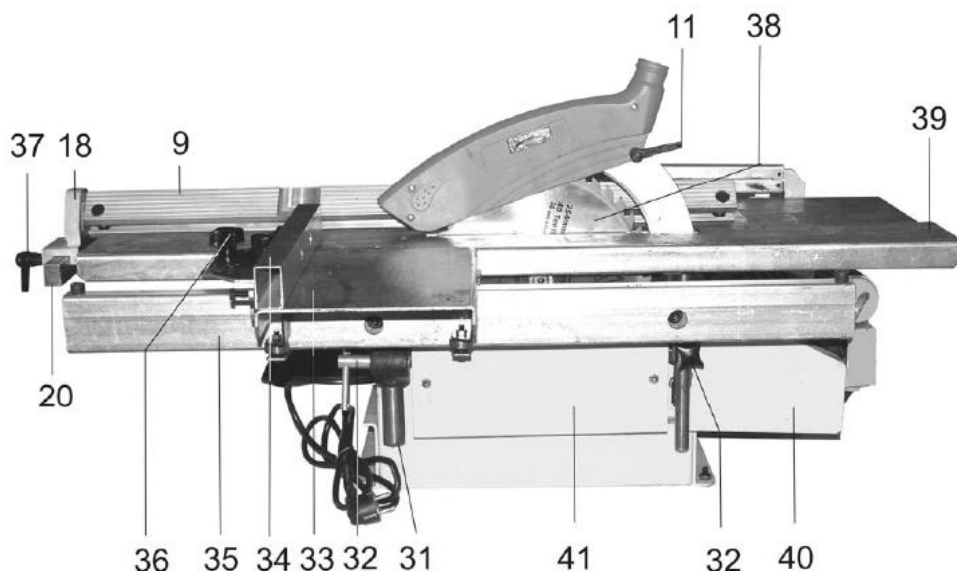
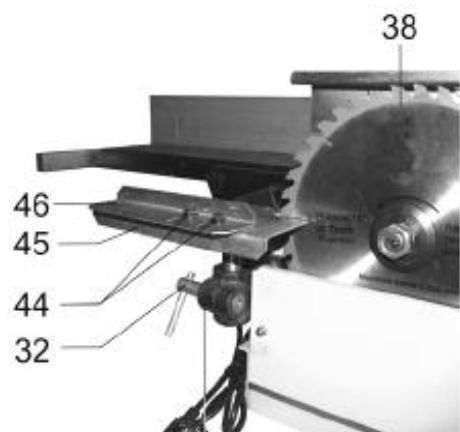

Рис. 3
Рис. 6
Установка пильного диска (Рис. 3, 4)
- Ослабьте положение двух винтов фиксации 32 (Рис. 3), поднимите вверх пильный рабочий стол 39 (Рис. 3);
- Снимите защитный кожух 41 (Рис. 3);
- Установите пильный рабочий стол 39 (Рис. 3) на прежнее место и закрепите его винтами фиксации 32 (Рис. 3);
- На пильном рабочем столе 39 (Рис. 3) установите и закрепите расклинователь 10 (Рис. 3) таким образом, чтобы пильный диск 38 (Рис. 3) и расклинователь 10 (Рис. 3) находились в одной плоскости;
- Установите на расклинователе 10 (Рис. 3) защитный кожух 12 (Рис. 3) и закрепите ручкой фиксации 11 (Рис. 3), при этом, защитный кожух должен иметь свободное вертикальное перемещение.
Установка пильного суппорта (Рис. 3, 5)
Установка рабочего стола для шипорезных работ (Рис.6)
- При выполнении шипорезных работ вместо пильного рабочего стола 39 (Рис. 3) в разрезной зажим 43 (Рис. 6) установите рабочий стол для шипорезных работ 45 (Рис. 6). Данное положение закрепите винтом фиксации 32 (Рис. 6).
- Установите на направляющей подающего строгального стола 20 (Рис. 3, 7) ползун 18 (Рис. 3, 7) и ручкой фиксации 37 (Рис. 3, 7) закрепите направляющую планку для строгания под углом 9 (Рис. 3, 7);
- выбранное положение направляющей планки 46 (Рис. 6) на рабочем столе 45 (Рис. 6) относительно пильного диска 38 (Рис. 6) фиксируется двумя установочными болтами 44 (Рис. 6)